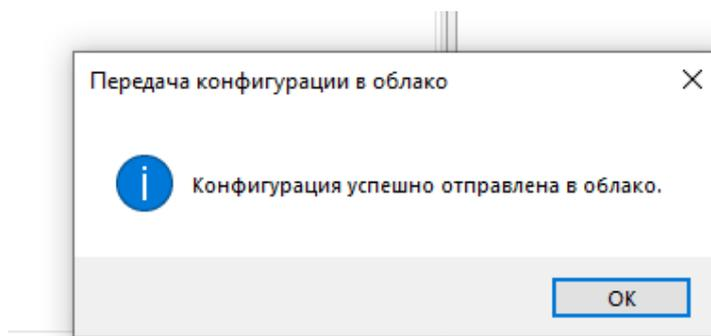

Рисунок 6.51
- Дождаться успешного завершения загрузки. Система из 2000 датчиков загружается около 2 минут, из 10 000 – около 10 минут (Рисунок 6.51).